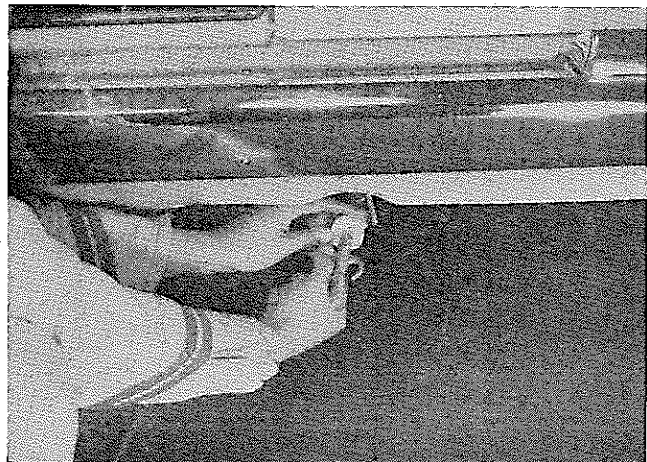

図4-8-29 ガス漏れ点検
(2) ガス漏れ点検を次の方法で行なう。
- ① エンジン回転時に各接続部より漏れがないかを点検する。
- ② ①の方法で確認不十分と思われる場合はテールパイプより図4-8-29のように1kg/cm2の空気を送つて各接続部からの空気漏れを点検する。